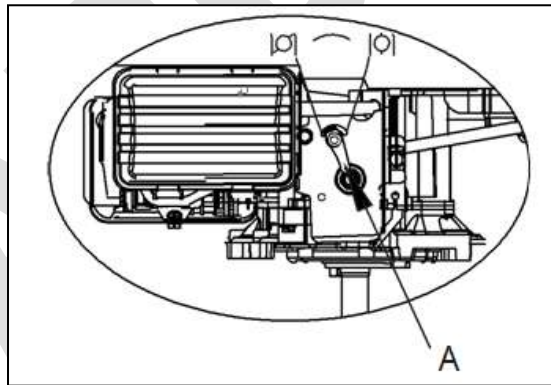

Fig. 2B
b) Mueva el acelerador hasta llevarlo a la posición . (Fig .2B)